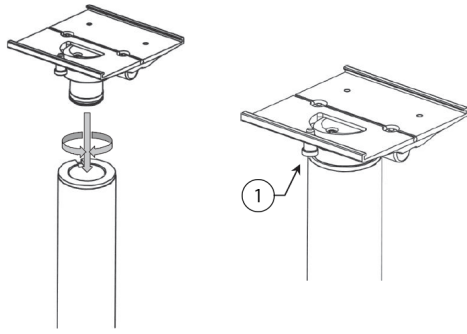

Figure 6 ■ Figure 6 ■ Abbildung 6 ■ Figura 6 ■ Figura 6
1. ポストの最上端にマウンティングプレート部を挿入します（29ページの図6を参照）。プレート部を下向きに押してひねりながら、カチッと音がするまではめ込みます。
2. ばね式のプランジャー（図6の①、29ページ）がロールスタンド正面に来るまでマウンティングプレートを回転させます。
■ Afbeelding 6 ■ Figur 6 ■ Figur 6 ■ Εικόνα 6 ■ Figura 6
■ Obrázek 6 ■ 6 ábra ■ Rysunek 6 ■ Obrázok 6 ■ Figur 6 ■ Kuva 6
■ Рисунок 6 ■ Slika 6 ■ 图 6 ■ 그림 6 ■ 図6